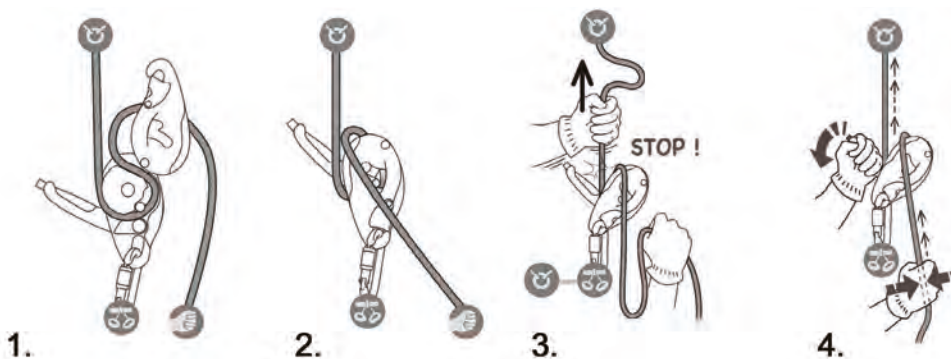

Imagen 58. Uso del descensor
3. Después, se pasará la cuerda por el descensor (Imagen 58, pasos 1 y 2) y se fijará el descensor al arnés. La cuerda que va del descensor al final, será la cuerda inactiva.
4. Es importante ejercer tensión en el aparato para comprobar que bloquea (Imagen 58, paso 3).
5. A continuación, se sujeta la cuerda inactiva con una mano y se tira de la empuñadura del descensor, de forma progresiva para hacer deslizar la cuerda. Hay que verificar que cuando se suelta la empuñadura, el descensor debe bloquear la cuerda (Imagen 58, paso 4).